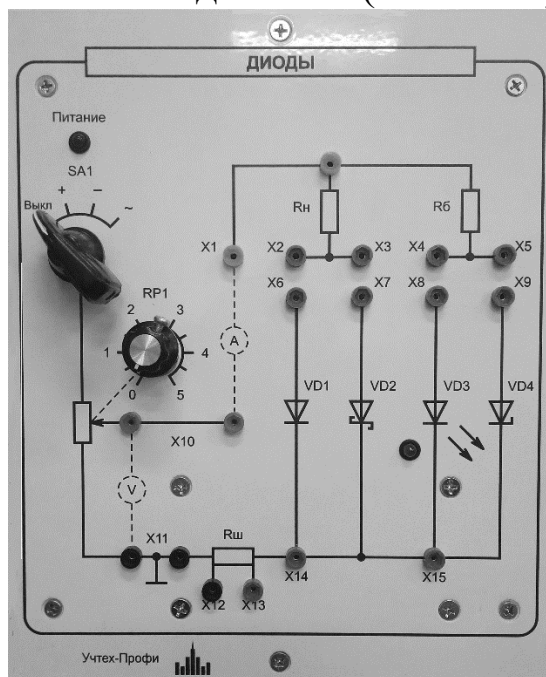

Рис. 5.1 Модуль «Диоды»
При выполнении работы используются следующие модули лабораторного стенда «Электроники и схемотехника: «Диоды», «Мультиметры», а также двухканальный осциллограф. Лицевая панель модуля «Диоды» представлена на рис. 5.1. На ней приведена мнемосхема и установлены коммутирующие и регулирующие элементы. На мнемосхеме изображены: выпрямительный диод VD_1 , диод Шоттки VD_2 , светодиод VD_3 , стабилитрон VD_4 , потенциометр RP_1 для изменения подаваемого напряжения, резистор $R_H = 150$ Ом, и балластный резистор $R_6 = 1,1$ кОм. Резистор R_H используется в качестве ограничивающего ток при снятии характеристик и в качестве сопротивления нагрузки при исследовании выпрямителя. Переключатель $SA1$ предназначен для включения переменного или постоянного напряжения (положительного или отрицательного), а также выключения питания модуля. Шунт $R_{ш} = 10$ Ом служит для осциллографирования сигнала, пропорционального току через диод. На передней панели размещены также гнезда для осуществления внешних соединений ($X1 - X15$).
- б) принципиальные электрические схемы для выполненных экспериментов в соответствии с мнемосхемой, представленной на рис. 5.1;